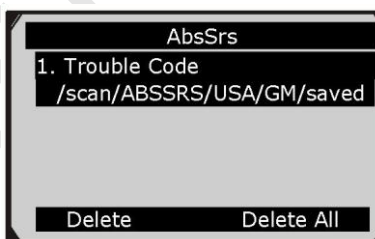

Рисунок 4-2
3) С помощью кнопок прокрутки вверх/вниз выберите необходимые записи диагностических кодов неисправностей в меню **Scan** [Сканирование] или **AbsSrs** (см. рисунок 4-2), после чего нажмите кнопку **OK**.
Для удаления выбранных диагностических данных необходимо нажать кнопку **Delete** [Удалить] в окне **AbsSrs** (см. рисунок 4-2). Перед удалением записей убедитесь в необходимости их удаления. Кнопка **Delete All** [Удалить все] позволяет удалить все записи.